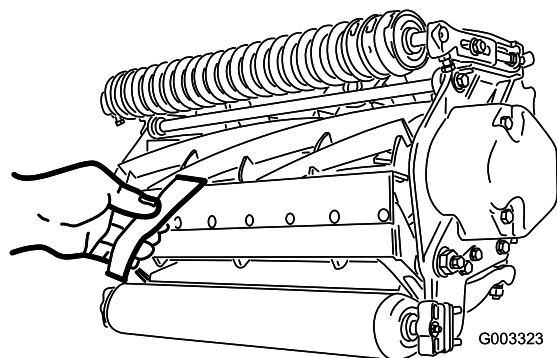

Рисунок 12
10. Проверьте характеристики скашивания, вставив длинную контрольную полоску бумаги (№125-5610 по каталогу компании Toro) между барабаном и неподвижным ножом, перпендикулярно неподвижному ножу (Рисунок 12). Медленно проворачивайте барабан вперед. При этом бумага должна разрезаться.